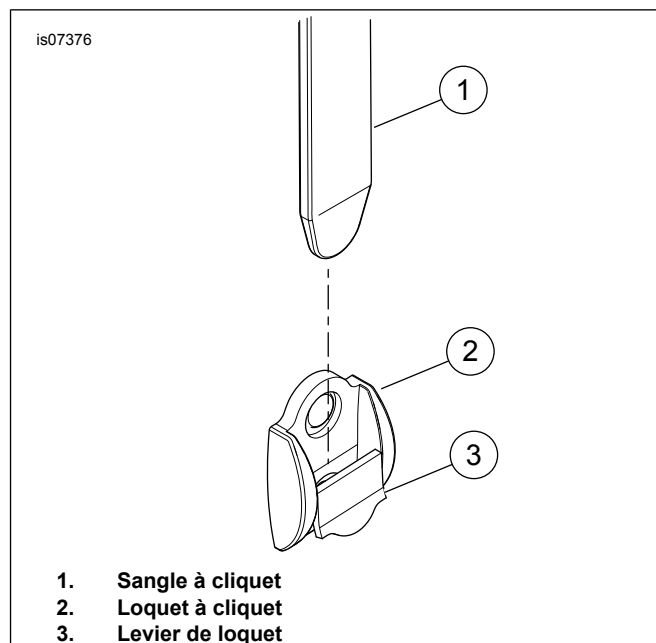

Figure 1. Loquet à cliquet
1. Voir Figure 1. Soulever les deux sangles du rabat magnétique pour accéder aux loquets à cliquet (2).
2. Soulever les leviers de loquet (3) pour libérer les sangles à cliquet (1) du loquet. Répéter l'opération pour l'autre loquet.
1. Voir Figure 1. Soulever chaque sangle du rabat magnétique pour accéder aux loquets à cliquet (2).
2. Appuyer sur chaque levier de loquet (3) pour le fermer.
3. Aligner les sangles à cliquet (1) puis les introduire dans la partie supérieure du loquet (2).